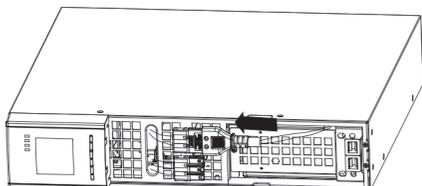

Рисунок 6. Подключение внутренних аккумуляторных батарей ИБП
- б. Подключите разъем внутренней аккумуляторной батареи (см. Рис. 6).